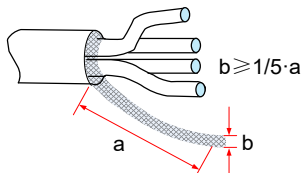

图2-34 电机线缆屏蔽引出示意图
- 电机线缆屏蔽层引出线应尽量短，且宽度 $b \geq 1/5 \cdot a$ （参照图 2-34 所示）。